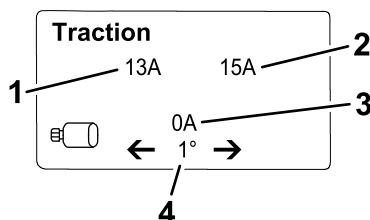

Figura 21
- **Ecran cu informații despre traciune  (Figura 21):** arată unghiul de bracăj curent și amperajul alocat fiecărui motor de traciune.